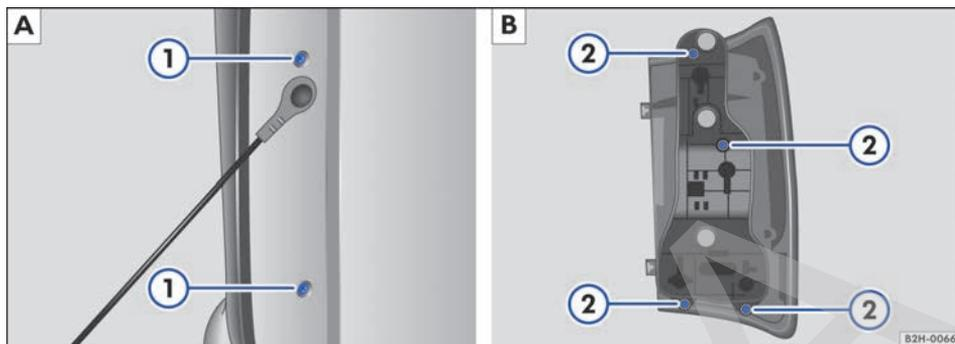

Fig. 176 A: en el lateral de la superficie de carga: desmontar el grupo óptico trasero. B: soltar el portalámparas.
3. Desenrosque dos tornillos de estrella ⇒ fig. 176 ① con el destornillador de las herramientas de a bordo.